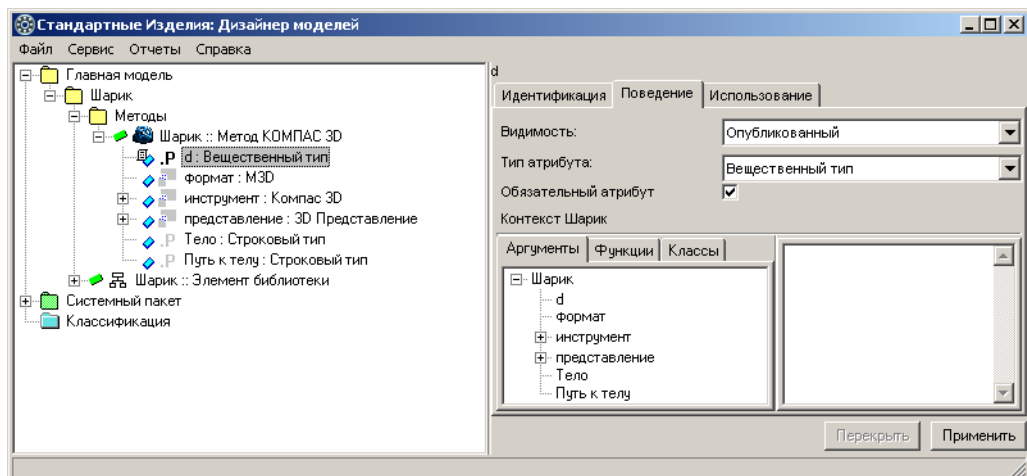

Рис. 3.19.
2. Введите название атрибута – *d*, после чего нажмите клавишу **<Enter>**. Атрибут *d : Вещественный тип* будет добавлен в список атрибутов метода *Шарик* (рис. 3.19).